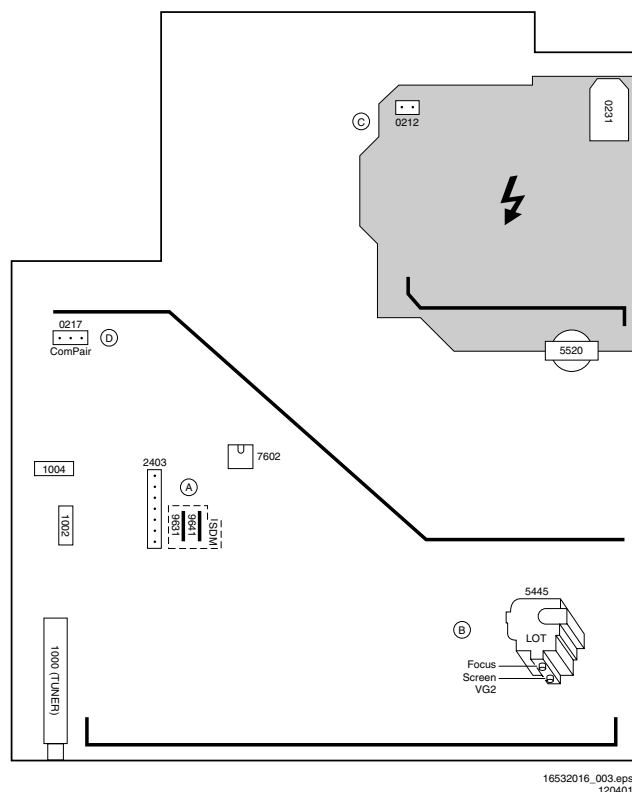

Figure 8-1
10. Sélectionnez la cathode avec la valeur V_{CC} la plus élevée pour le réglage. Ajustez la coupure V_C de ce canon avec le potentiomètre d'ECRAN sur le LOT (voir Fig. 8-1) avec la valeur correcte (voir tableau ci-dessous).
3. Réglez le potentiomètre MISE AU POINT (voir Fig. 8-1) jusqu'à ce que les lignes verticales à 2/3 de l'est et de l'ouest, à la hauteur de la ligne du centre, aient une largeur minimale sans flou visible.